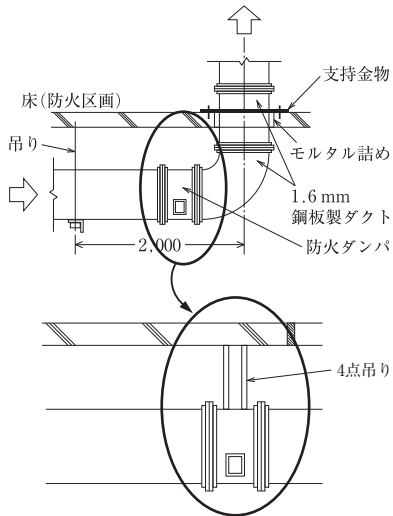

図5
設問図では、①はヒューズ温度の表示がないので該当なし。②は1.6mmなのでOK。③は支持がないので、吊りを追加する。この吊りは、火災時に脱落を防止するためのものである(図5参照)。